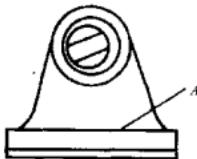

图 1-2-23 毛坯工件的找正
1) 当毛坯上有不加工表面时,通过找正后再划线,可使加工表面与不加工表面之间保持尺寸均匀。图1-2-23所示的轴承架毛坯,内孔和外圆不同轴,底面和上平面A不平行,划线前应找正。在划内孔加工线之前,应先以外圆为找正依据。用划规找出其中心,然后按求出的中心划出内孔的加工线。这样,内孔与外圆就可达到同轴要求。在划轴承座底面之前,同样应以上平面(不加工表面A)为依据,用划线盘找正成水平位置,然后划出底面加工线,这样,底座各处的厚度就比较均匀。